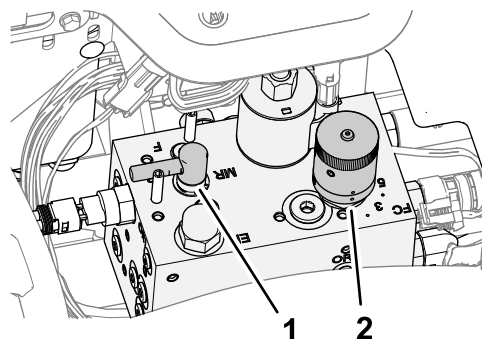

Figure 88
4. Tournez le levier de rodage à la position R (rodage) (Figure 88).